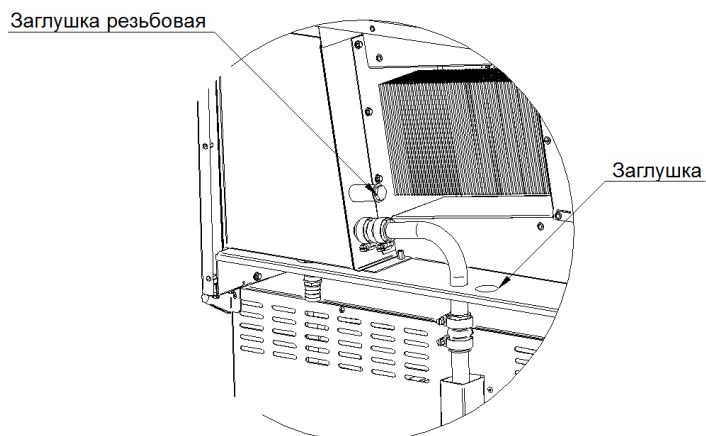

Рисунок 8
10.1. Снять резьбовую заглушку (см. Рисунок 8) с верхней трубки пароконденсатора зонта;
10.2. Снять заглушку в перегородке зонта (см. Рисунок 8);